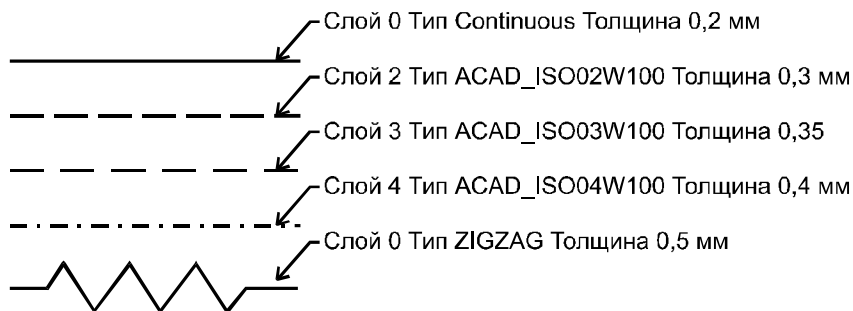

Рис. 29. Графическое задание № 2
3. Выполните графическое задание № 2 (рис. 29).